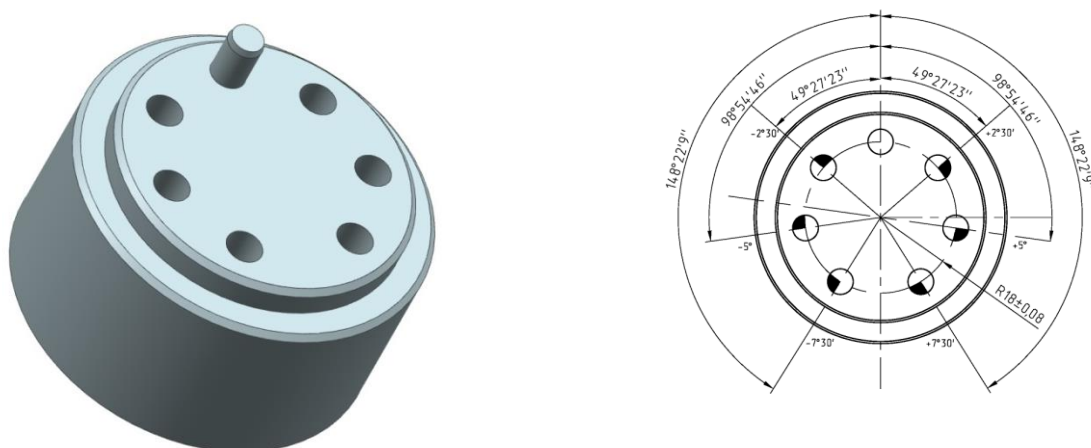

Рис.4 «Кондуктор» 17-Ф-2349
3. Кондуктор 17-Ф-2349 для сверления дополнительных установочных отверстий под штифт в звёздочках распределительных валов (рис. 4).